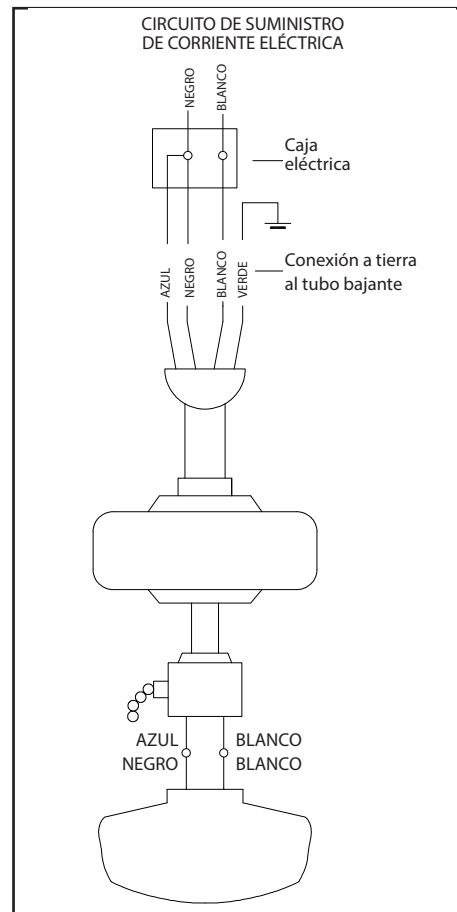

Figura 9
Sigue estos pasos para conectar tu ventilador al circuito de tu hogar. Usa las tuercas de conexión de cables que vienen con tu ventilador. Asegura los conectores con cinta aislante. Asegúrate de que no haya conexiones ni cables sueltos. (Figura 9)
3. Conecta el cable de alimentación (negro y azul) del ventilador al cable de suministro negro del hogar como se muestra en la Figura 9.